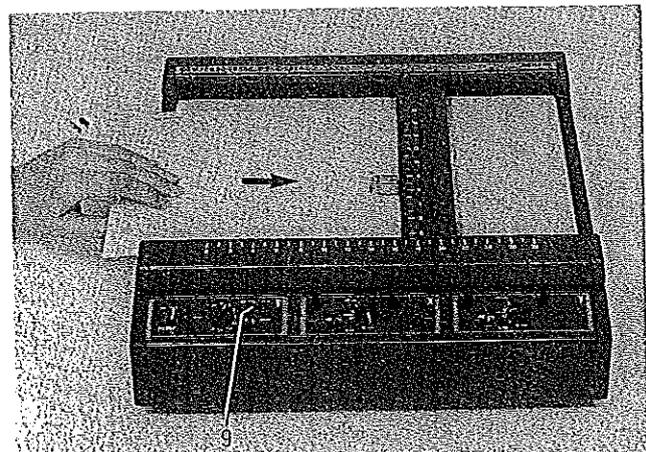

Bild 5 Registrierpapier einlegen
Vor dem Einlegen des Papiers muß die elektrostatische Papierhalterung und Federabhebung ausgeschaltet sein: Schalter (9) auf OFF. Das Papierblatt wird unter dem Schlitten durchgeschoben, ausgerichtet und durch Einschalten der Papierhalterung elektrostatisch festgehalten: Schalter (9) auf CHART. Durch Glatteichen des Papiers werden vorhandene Luftblasen beseitigt und dadurch ein ungewolltes Aufsetzen des Faserstiftes verhindert. Das Papierblatt darf die maximale Größe von DIN A4 nicht überschreiten (Bild 5).
Die elektrische Federabhebung ist serienmäßig eingebaut und kann sowohl intern über einen Schalter als auch extern angesteuert werden. Außerdem wird bei Verwendung des Zeitteils (Yt-Betrieb) die Schreibfeder automatisch gesteuert, wenn vor Beginn der Registrierung die Schreibfeder aufgesetzt wurde: Schalter (9) auf PEN (Bild 5).